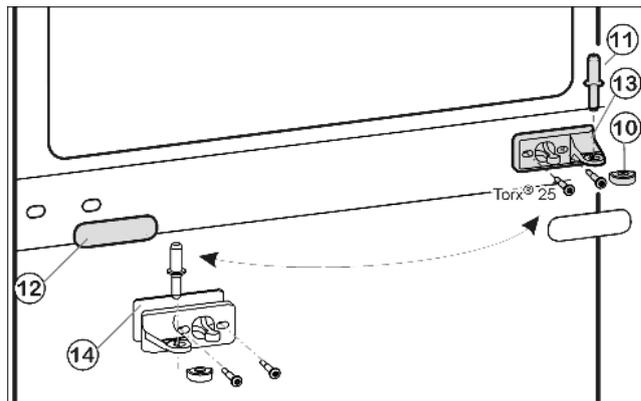
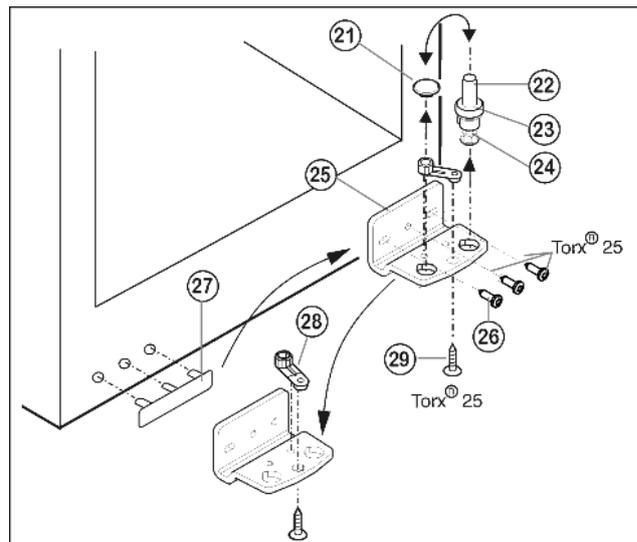

Fig. 6
Fig. 7
- ▶ Вытащите из опорного кронштейна и нижней дверцы средний опорный винт Fig. 6 (11).
- ▶ Снимите пластмассовый колпачок Fig. 6 (10).
- ▶ Открутите средний опорный кронштейн Fig. 6 (13) (2 шт. Torx® 25).
- ▶ Осторожно снимите накладку Fig. 6 (12).
- ▶ Прикрутите средний опорный кронштейн Fig. 6 (13) с подкладкой Fig. 6 (14) с поворотом на 180° на новую сторону шарнира (с моментом 4 Нм).
- ▶ Защелкните накладку Fig. 6 (12), повернув на 180°, на стороне, где теперь будет ручка.
- ▶ Извлеките опорный винт Fig. 7 (22) в комплекте с шайбой Fig. 7 (23) и регулируемой опорой Fig. 7 (24), вытягивая его вверх.
- ▶ Снимите пробку Fig. 7 (21).
- ▶ Открутите Fig. 7 (26) опорный кронштейн Fig. 7 (25).
- ▶ Открутите Fig. 7 (29) опорную деталь Fig. 7 (28) и, переставив в отверстие на противоположной стороне опорного кронштейна, снова прикрутите.
- ▶ Осторожно снимите и переставьте на противоположную сторону крышку со стороны ручки Fig. 7 (27).
- ▶ Снова прикрутите опорный кронштейн Fig. 7 (25) на новой стороне шарнира (с моментом 4 Нм). При необходимости используйте аккумуляторный шуруповерт.
- ▶ Переставьте пробку Fig. 7 (21) в свободное отверстие.
- ▶ Вновь установите опорный винт Fig. 7 (22) в комплекте с шайбой и регулируемой опорой. При этом фиксатор должен быть направлен назад.
- ▶ Установите нижнюю дверцу сверху на нижний опорный винт Fig. 7 (22).
- ▶ Снова наденьте пластмассовый колпачок Fig. 6 (10) на средний опорный кронштейн Fig. 6 (13).
- ▶ Вставьте средний опорный винт Fig. 6 (11) на новой стороне шарнира через средний опорный кронштейн Fig. 6 (13) в нижнюю дверцу.
- ▶ Установите верхнюю дверцу на средний опорный винт Fig. 6 (11).
- ▶ При необходимости выровняйте дверцы через два продольных паза в нижнем опорном кронштейне Fig. 7 (25) и среднем опорном кронштейне Fig. 6 (13) параллельно корпусу устройства. Для этого выкрутите средний винт на нижнем опорном кронштейне Fig. 7 (25).